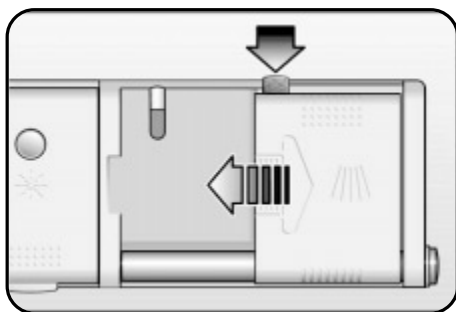

Figure 20/Ilus. 20
1. If the detergent dispenser cover is closed, open it by pressing the blue release tab **into the dispenser as shown** in Figure 20. The cover will slide open to the left. **Note: Pushing down on the release tab will not open the cover.**
1. Si le couvercle est fermé, l'ouvrir en pressant la languette de dégagement **dans le distributeur** comme à la figure 20. Le couvercle s'ouvre vers la gauche.
1. Si la cubierta del surtidor de detergente está cerrada, ábrala por medio de oprimir la lengüeta de desenganche azul **hacia adentro del surtidor** tal como muestra la Ilustración 20. La cubierta se desliza hacia la izquierda.